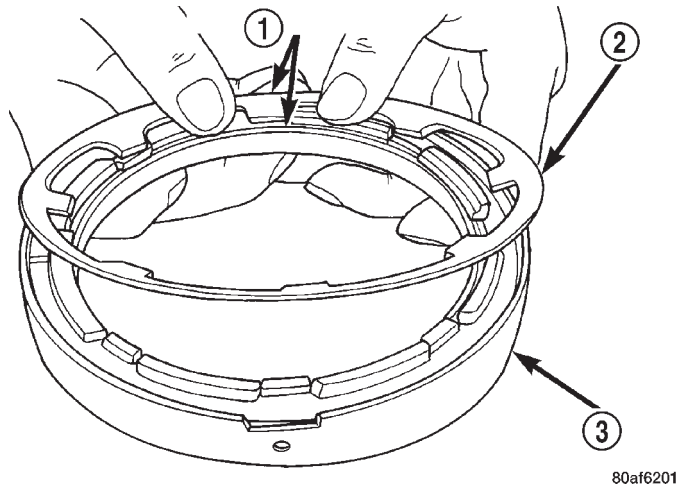
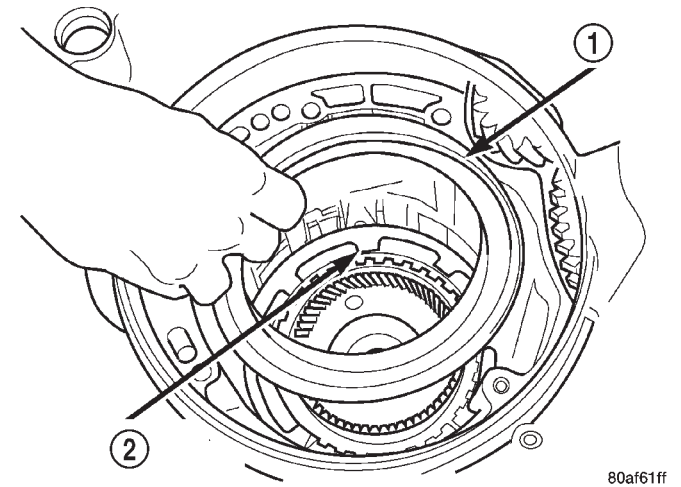

Fig. 126 Orientación apropiada del retén y el muelle del embrague de 2-4
Fig. 127 Retén de embrague de 2-4
(45) Oriente el muelle de retroceso del embrague de 2-4 contra el retén como se muestra en la (Fig. 126), e instálelo en el transeje (Fig. 127).